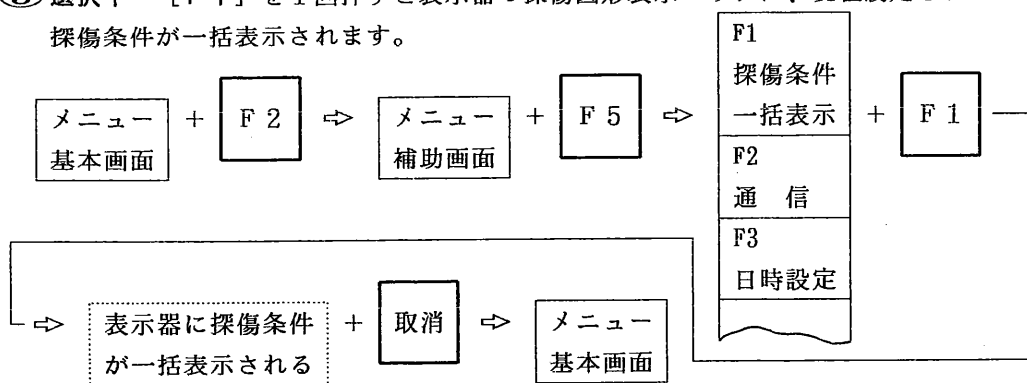

図 6.2.8 全探傷条件の表示と消去方法
〔探傷条件を一括表示させる場合の手順〕（図 6.2.8参照）
- ① 選択キー〔F2〕を1回押すとメニュー補助画面がメニューエリアに表示されます。
- ② 選択キー〔F5〕を1回押すとメニューエリアに図 6.2.8に示す選択メニューが表示されます。
- ③ 選択キー〔F1〕を1回押すと表示器の探傷図形表示エリアに、現在設定されている探傷条件が一括表示されます。
〔探傷条件の一括表示を消去する場合の手順〕（図 6.2.8参照）
- ① 表示器に表示されている探傷条件を表示器から消去する時は、図 6.2.8のように取消キーを1回押します。表示器には探傷図形など探傷条件表示の前の図形を表示し、メニュー表示エリアはメニュー基本画面に戻ります。
6. 2. 2 (6) 通信